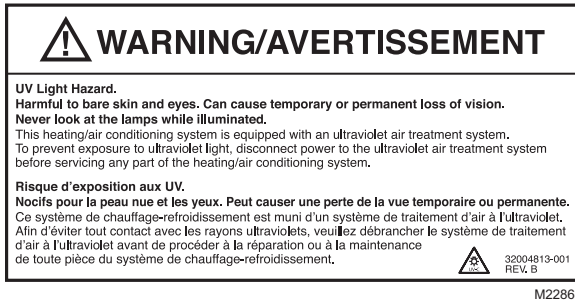

Fig. 10. Etiqueta de seguridad sobre la luz UV para el mantenimiento del equipo HVAC.
17. Pegue la etiqueta de seguridad de mantenimiento en el equipo HVAC (elegida en el paso 16), como en la puerta de acceso del sistema de calefacción, el purificador de aire o el humidificador. Vea la Fig. 10.